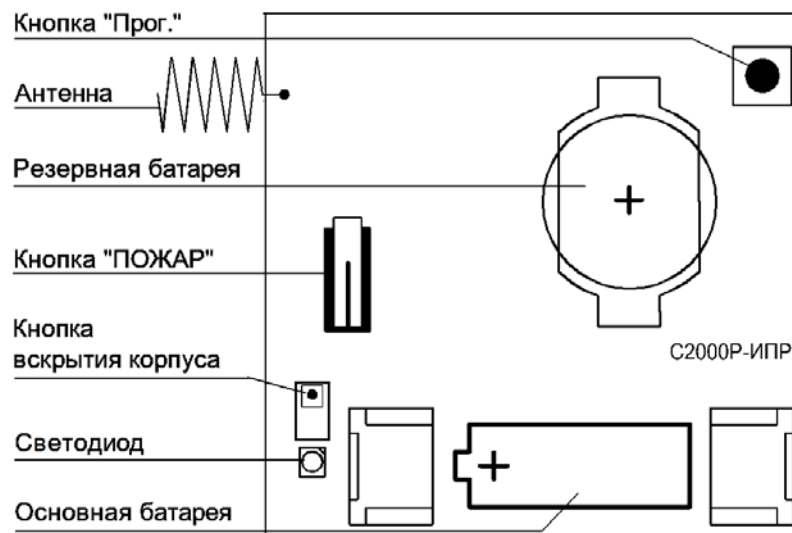

Рисунок 2.2 Расположение элементов на плате
На плате извещателя располагаются элементы питания и органы управления прибором (см. Рисунок 2.2):
- Нажать кнопку «Прог.» на плате извещателя (см. Рисунок 2.2) на время более 3 секунд.
Тест качества связи запускается посредством короткого нажатия на кнопку «Прог.» на плате прибора (см. Рисунок 2.2). Запуск процедуры может занимать до 2 секунд, при этом прибор осуществляет анализ радиоэфира и регистрацию на оптимальном ПКП или ретрансляторе.